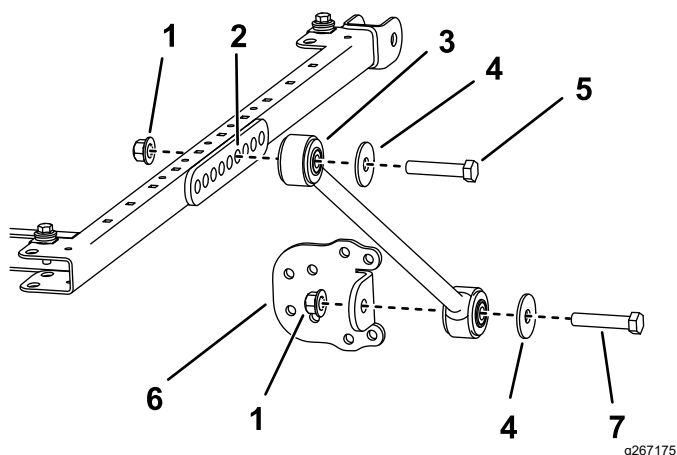

Figura 27
11. Su ciascun lato del telaio del parasole montate, senza serrarla, un supporto di ancoraggio sul sesto foro della sua staffa di montaggio con un bullone ($\frac{1}{2}$ " x $2\frac{3}{4}$ "), una rondella ($\frac{1}{2}$ ") e un dado flangiato ($\frac{1}{2}$ "), come illustrato nella Figura 27.
12. Montate, senza serrarla, una staffa di ancoraggio su ciascun supporto di ancoraggio con un bullone (1/2" x 2 1/2"), una rondella (1/2") e un dado flangiato (1/2"), come illustrato nella Figura 27.